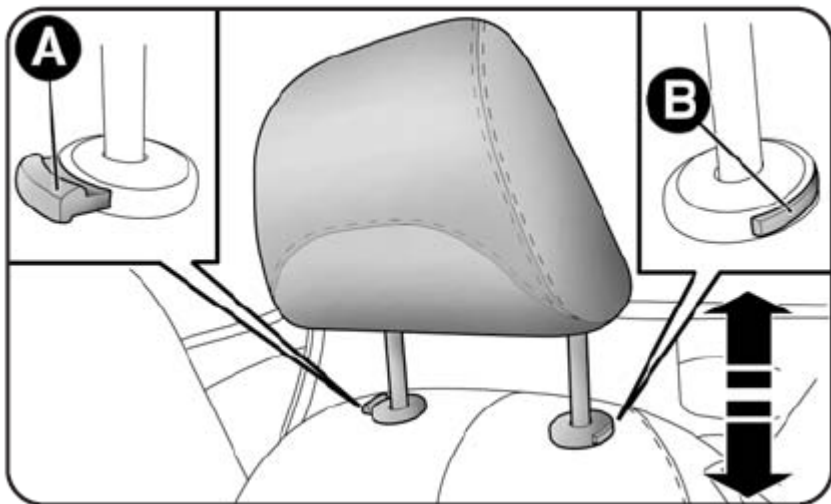

Рис.24
- Регулировка по направлению вниз: нажмите на кнопку А- рис. 24 и подвиньте подголовник вниз., пока не услышите щелчок фиксатора.
- нажмите одновременно на кнопки А и В – рис. 24 и выньте подголовники, потянув их вверх.